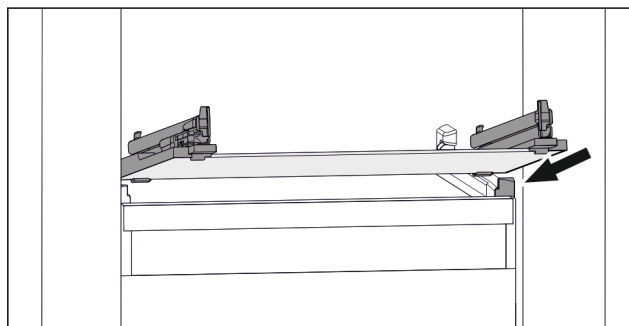

Fig. 85 Representación de la placa de vidrio a modo de ejemplo
- ▶ Coloque la placa de vidrio inclinada detrás de los topes. (consulte Fig. 85)